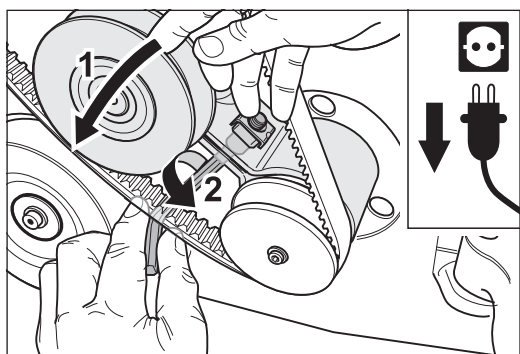
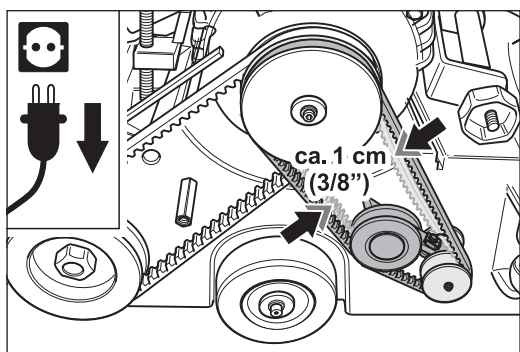

Abb. 66 Zum Spannen des Keilriemens für den Ventilator den Riemenspanner verdrehen (1) und die Klemmschraube anziehen (2).
Abb. 67 Der gespannte Keilriemen soll noch um ca. 1 cm (3/8") zusammengedrückt werden können.
- 11 Drehen Sie den Riemenspanner nach links und spannen Sie damit den Keilriemen für den Ventilator (Abb. 66, 1). Halten Sie den Keilriemenspanner in seiner Position fest und ziehen Sie gleichzeitig die Klemmschraube am Riemenspanner sorgfältig fest (Abb. 66, 2). Der Keilriemen ist **richtig gespannt**, wenn er mit normalem Kraftaufwand noch um ca. 1 cm (3/8") zusammengedrückt werden kann (Abb. 67).